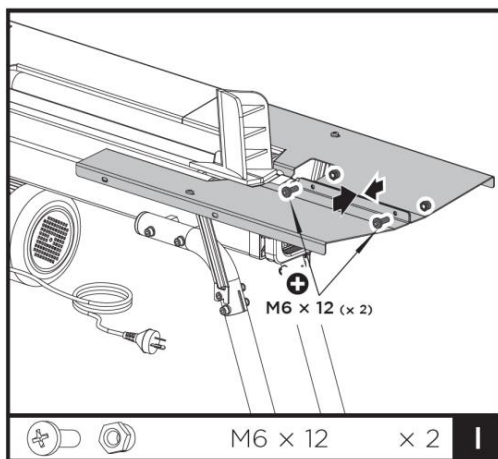

Fig. 9
7. Connectez le plateau à bûches 1 (f) et le plateau à bûches 2 (g) à l'aide de deux vis M6x12 et de contre-écrous (I). Voir la figure 9.